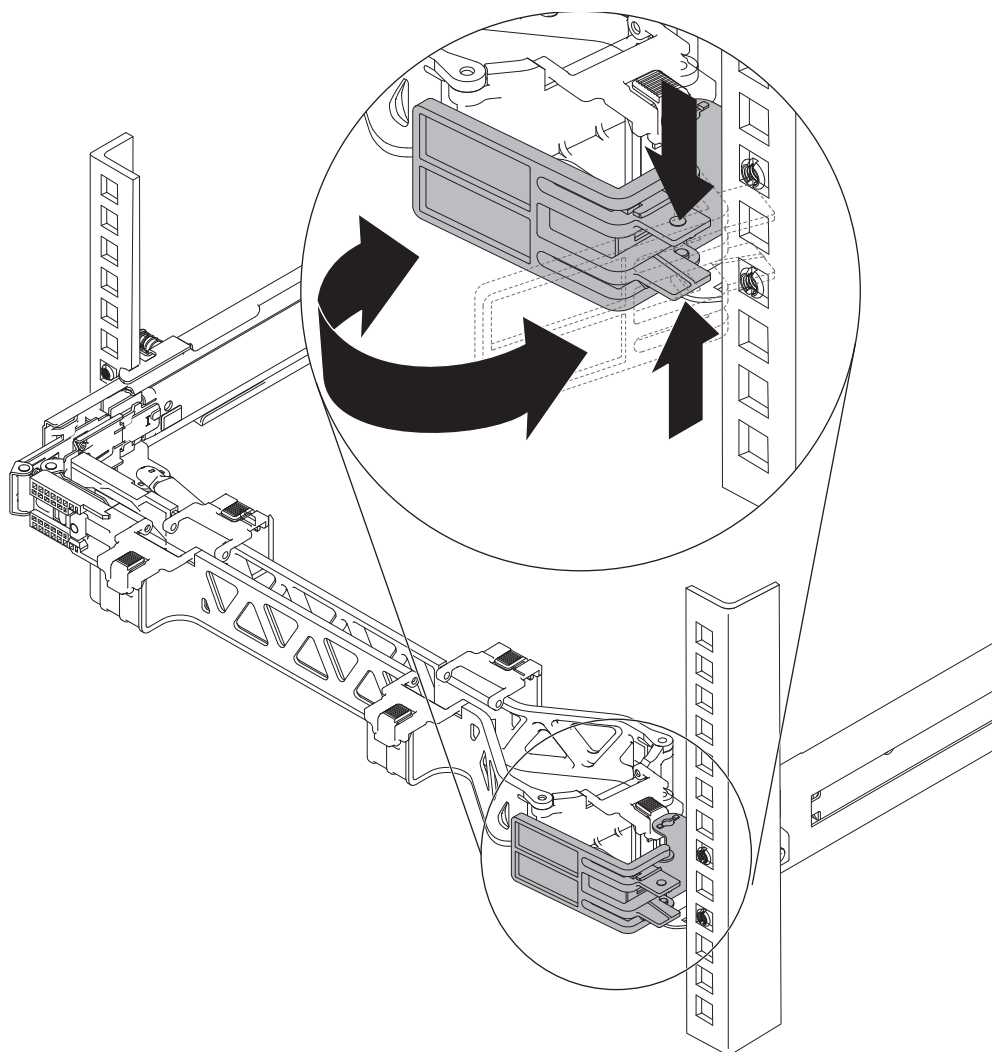

图 10. 打开电缆管理支撑止动器
5. 打开电缆管理支撑止动器，如第 19 页的图 10 中所示。